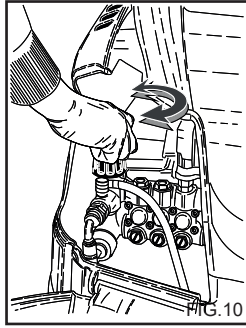

FIG.10
El presente capítulo se refiere a los modelos que llevan el dispositivo de "Regulador de presión". El dispositivo regulador de presión (fig. 10) permite regular la presión de trabajo. Girando el botón C en el sentido de las agujas del reloj (B) (mínimo), se obtiene una reducción de la presión de trabajo.